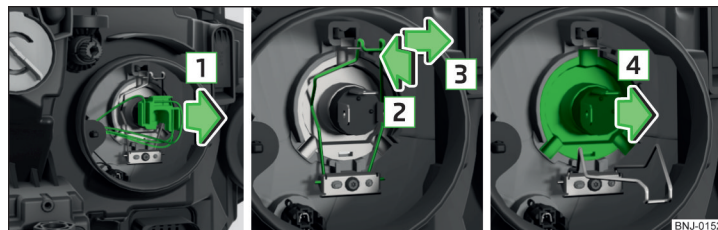

Abb. 304 Glühlampe für Ablend- und Fernlicht wechseln
- › Die Steckverrastung drücken und den Stecker mit Wackelbewegungen in Pfeilrichtung **1** » Abb. 304 herausnehmen.